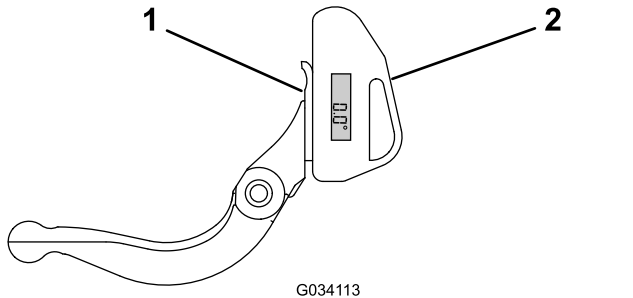

Рисунок 30
1. Установите индикатор угла на нижней стороне неподвижного ножа, как показано на Рисунок 30.